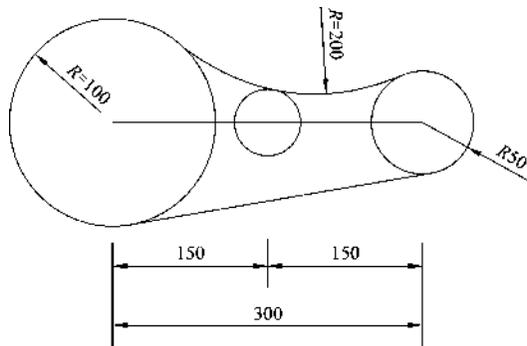

图 1-50 皮带传动图
**【实例 1-23】** 绘制如图 1-50 所示图形。
- ①绘制一条长为 300 mm 的水平线。
- ②绘制半径为 50 mm 和 100 mm 的圆。
- ③倒半径为 200 mm 且相切两圆的圆弧。